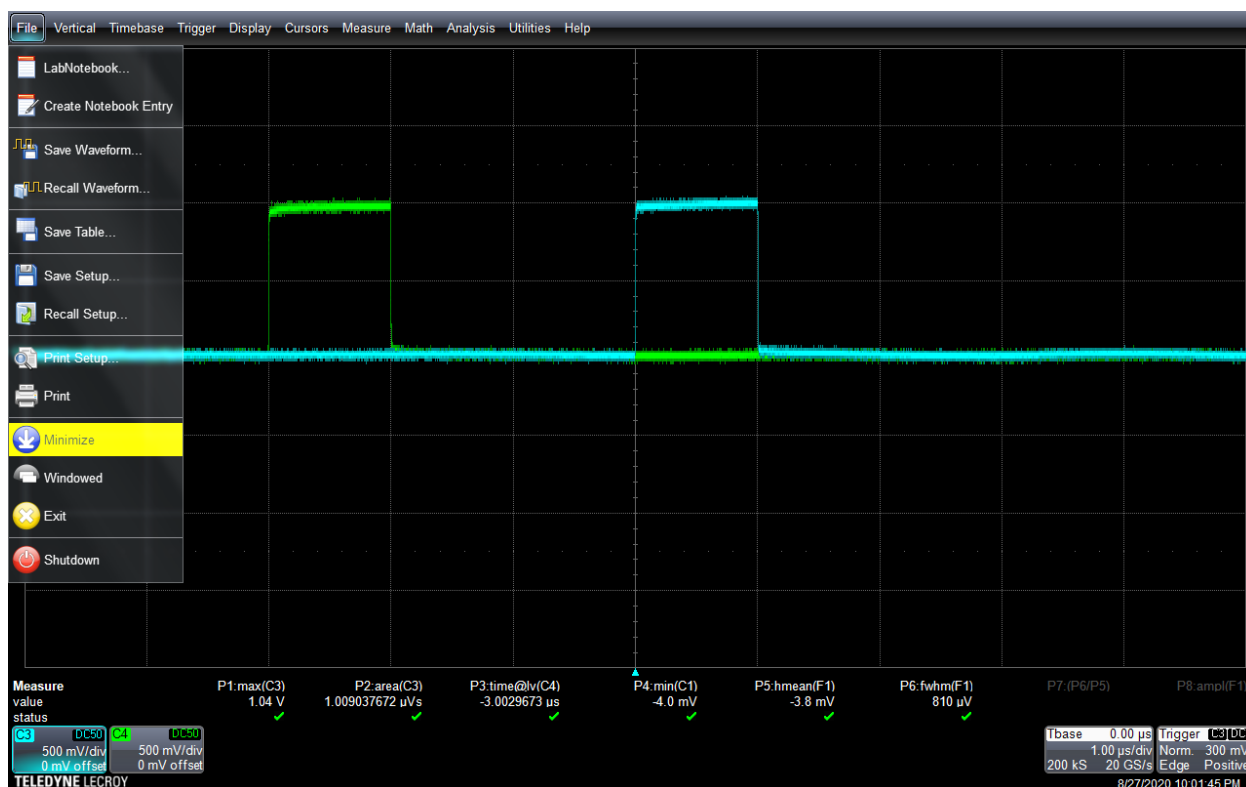

Рис. 5. Работа с осциллографом
3.4. Нажать кнопку “Save Now!”. Убедиться, что файл создан, можно, свернув окно программы WaveScan и зайдя через Проводник Windows в соответствующую папку. Свернуть программу Wavescan можно, выбрав “File” → “Minimize” (Рис. 5)